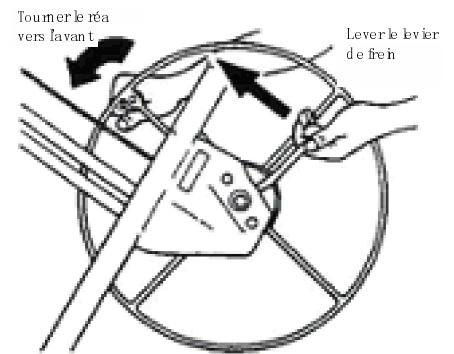

Figure 2
- a. Tenir le volant et le levier de frein comme indiqué en Figure 2. Tourner légèrement le volant de treuil vers l'avant tout en levant le levier de frein pour le relâcher.